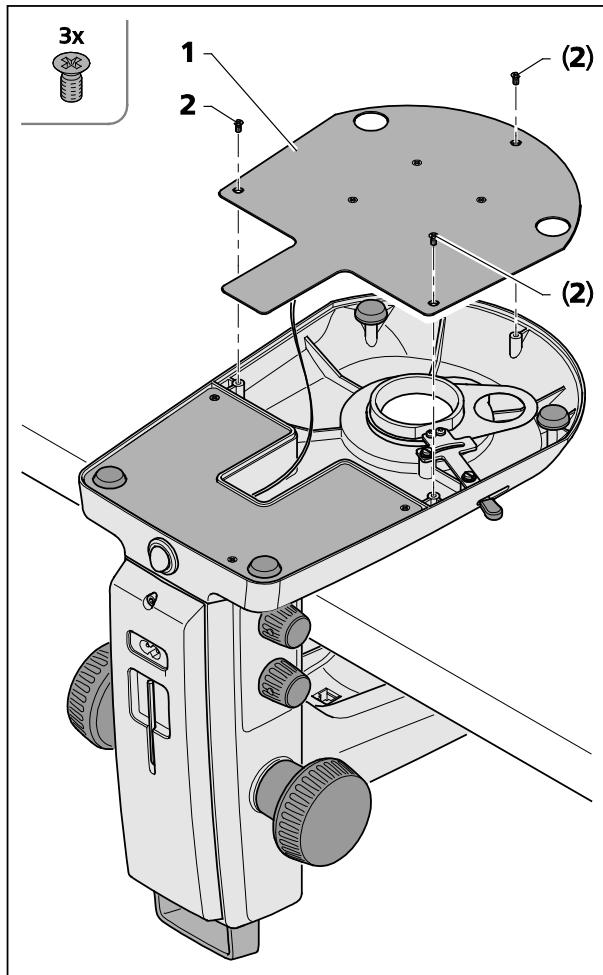

Fig. 28 Aprire la piastra di copertura dello stativo K EDU
Può rimuoversi la piastra di copertura dello stativo (Fig. 28/1) per la pulizia o per l'estrazione di corpi estranei caduti non intenzionalmente nello strumento.
- A questo sopo, svitare le tre vite con intaglio a croce (Fig. 28/2) e togliere con precauzione la piastra di copertura dello stativo (Fig. 28/1) e metterla da parte.
- Badare a che il cavo non sia separato dalla piastra di copertura dello stativo (Fig. 28/1).